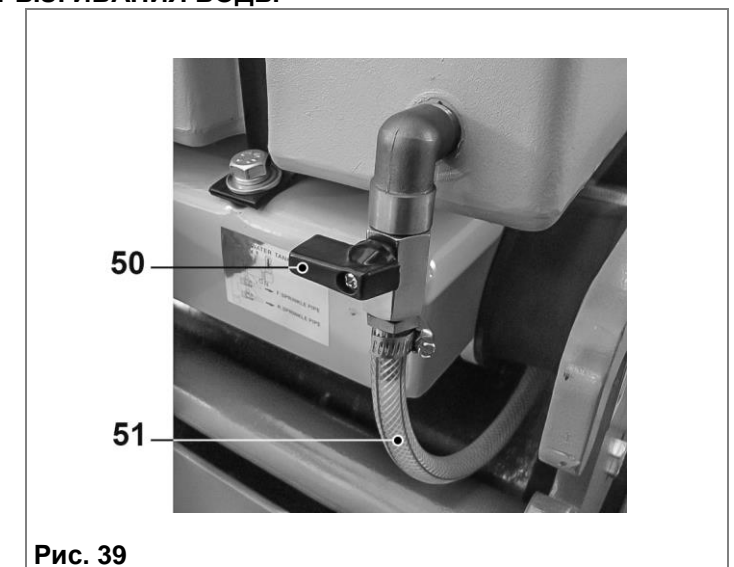

Рис. 39
- перекройте подачу воды на вальцы (Рис. 39),